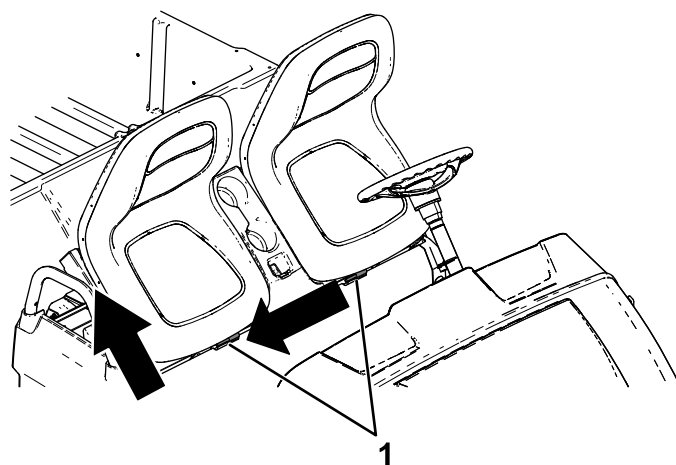

Figura 27
2. Fate scorrere il gruppo sedile sul lato estraendolo dai perni e sollevatelo (Figura 27).